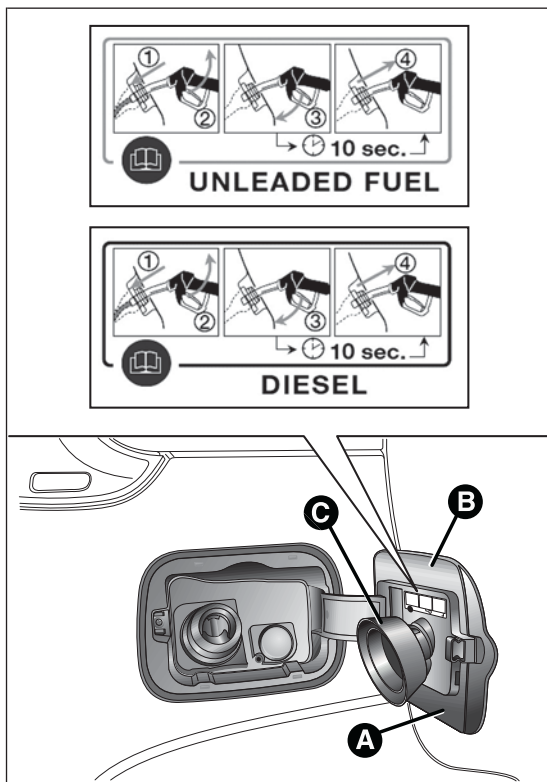

fig. 73
El procedimiento de repostado descrito a continuación se indica en la placa B fig. 73, situada en el interior de la tapa del depósito de combustible.
- ☐ abrir la tapa A fig. 73 tirando de ella hacia el exterior;
La tapa A fig. 73 dispone de un capuchón guardapolvo C que, con la tapa cerrada, impide que queden restos y polvo en el extremo de la boca de llenado.